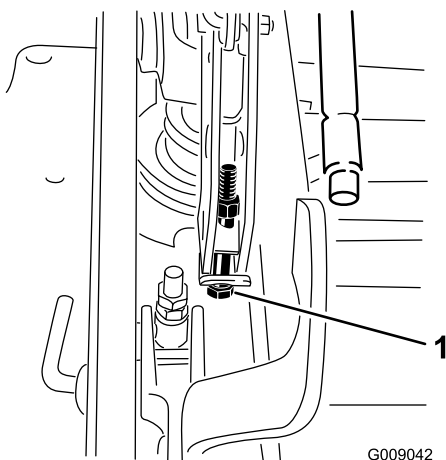

**Figure 88**
- Pour régler le système monopoint, desserrez les deux boulons au bas de la plaque de hauteur de coupe Voir Figure 88.
- Serrez les deux boulons au bas de la plaque de hauteur de coupe (Figure 88). Serrez à un couple de 37 à 45 N m.